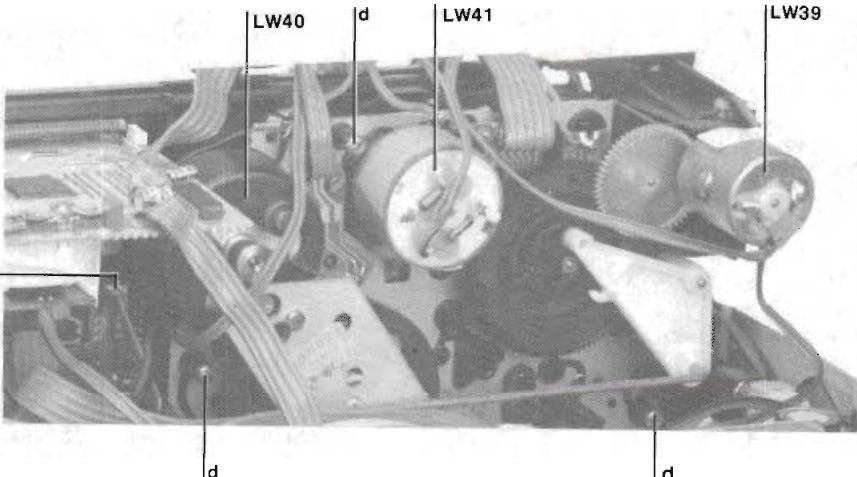

Abb. 3
- 1 Schraube **d** (Befestigungsschraube für den Stützwinkel, Abb. 3) herausdrehen.
- Remove 1 screw **d** (angle support, Fig. 3)
### 5. Motorwechsel (Abb. 3)
- a. Tonwellenmotor LW40 (Abb. 3 und Abb. 5)**
### 5. Replacing motor (Fig. 3)
- a. Capstan motor LW40 (Figs. 3 and 5)**
### b. Wickelmotor LW41 (Abb. 3 und Abb. 5)
### b. Winding motor LW41, (Figs. 3 and 5)
- c. Servomotor LW39 (Kopfschlitten) (Abb. 3 und Abb. 5)
- c. Servomotor LW39 (head carrier) (Figs. 3 and 5)